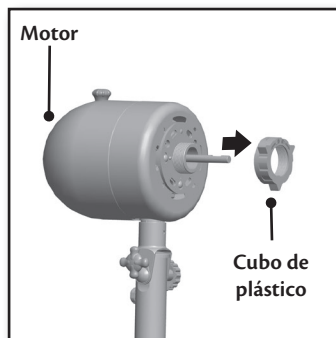

Figura 9
1. Retire la tapa del cubo de plástico del alojamiento del motor. Figura 9.